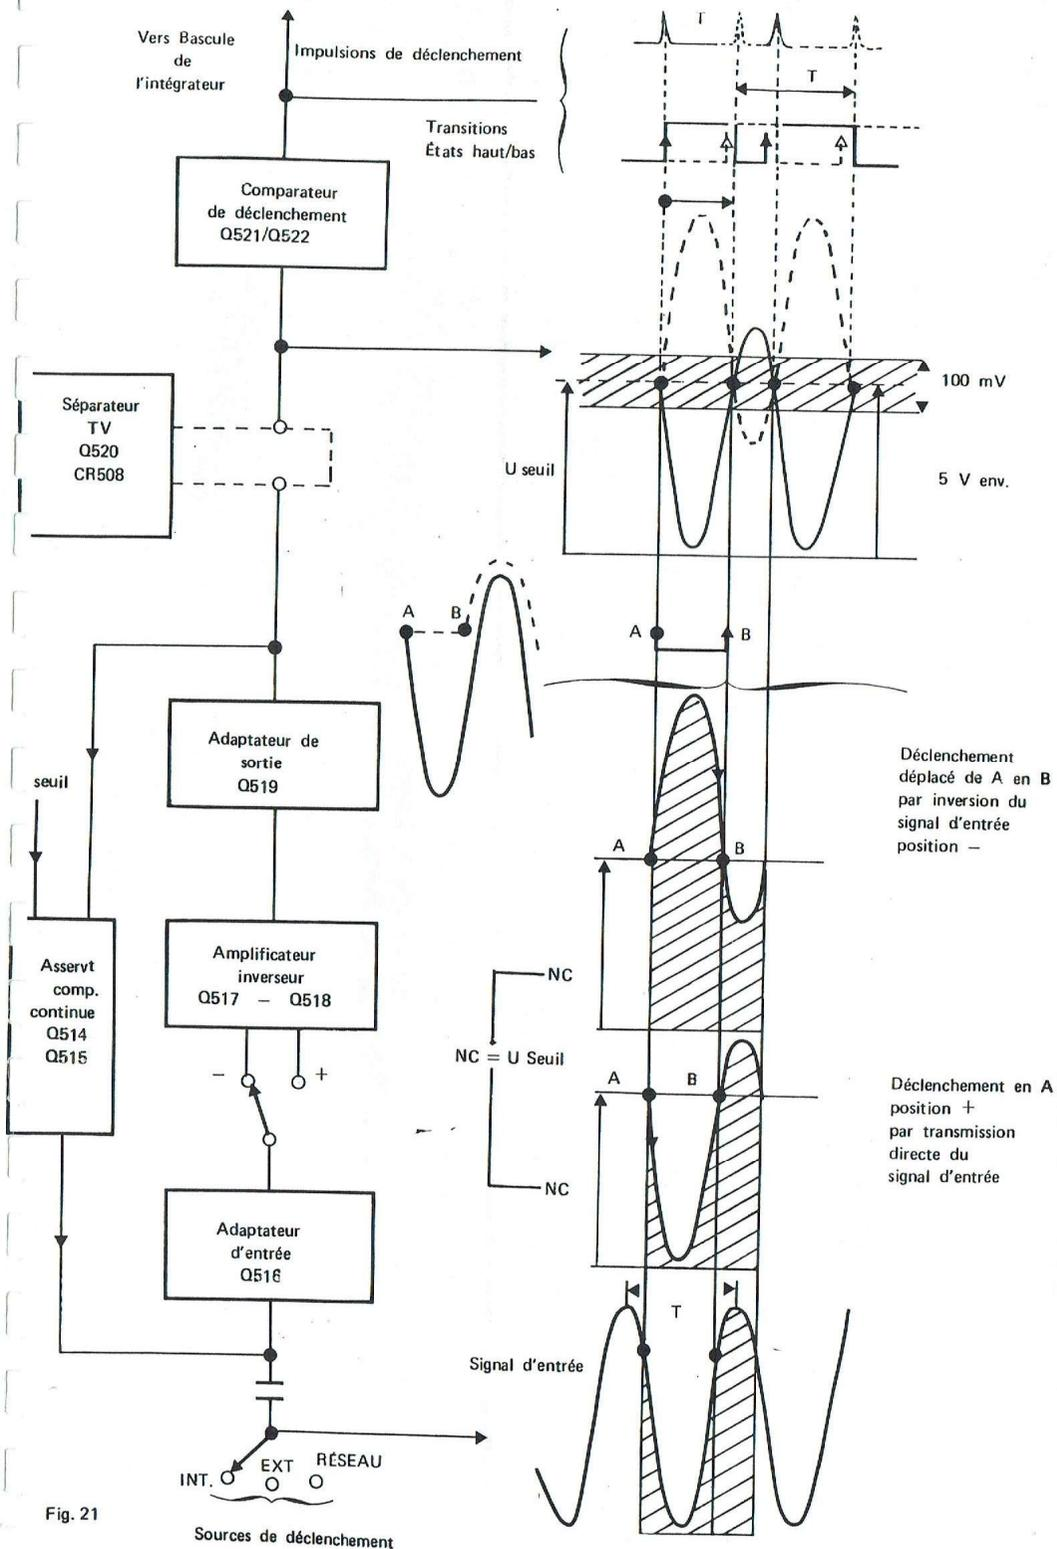

Fig. 21
- reçoit à son entrée le signal de source avec composante continue asservie et avec pente + ou - convenablement choisie (voir schéma bloc Fig. 21)
Le comparateur bascule, sa sortie change d'état sur franchissement ascendant bas vers haut (avec un décalage du seuil de basculement vers un niveau plus élevé) ; ou descendant haut vers bas (avec un décalage du seuil de basculement vers un niveau moins élevé). C'est le phénomène d'hystérésis (l'excursion est réglable à 100 mV par R601, avec une amplitude moyenne de 5 V environ), mis en évidence Fig. 21 et 25.